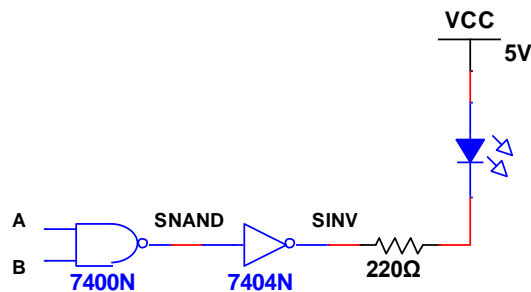

Figura 4.
- Utilizando una compuerta inversora 74LS04 implemente el circuito mostrado en la figura 4. Con ayuda del multímetro verifique la tabla de verdad del circuito. En la tabla 4 y para cada combinación de entrada anote el voltaje medido a la salida de la compuerta NAND y a la salida del inversor.
- Construya el circuito de la figura 4, remplace la compuerta NOT por una compuerta NAND y configúrela para que funcione como un negador. Con ayuda del multímetro verifique la tabla de verdad del circuito.